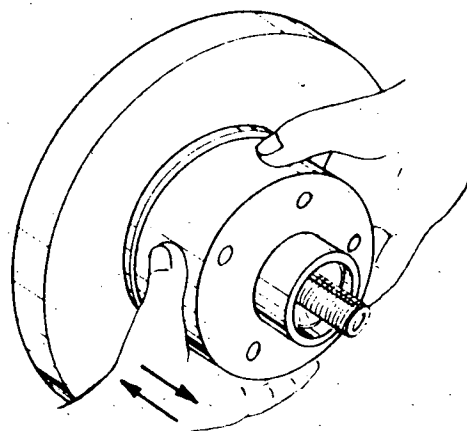

Fig. 1
- b Movimente o cubo (aproximadamente 2cm) para fora; empurre-o para dentro e retire a arruela e o rolamento externo do cubo (fig. 1).